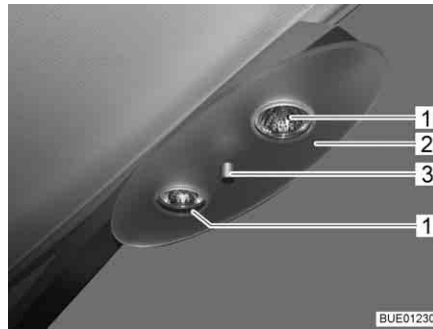

Bild 224 Halogendeckenleuchte
- Haltemutter (Bild 224,3) abschrauben und Deckplatte (Bild 224,2) abnehmen.
- Halogenglühlampe (Bild 224,1) entfernen.